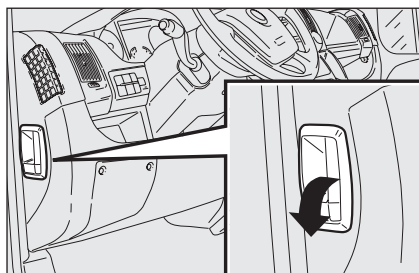

fig. 120
- ☐ tirer le levier **fig. 120** dans le sens indiqué par la flèche;